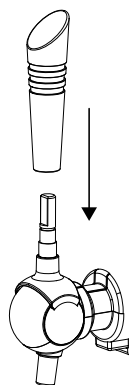

Fig.1
2. Fije el mango al grifo. Compruebe que el mango esté montado firmemente (fig. 1).